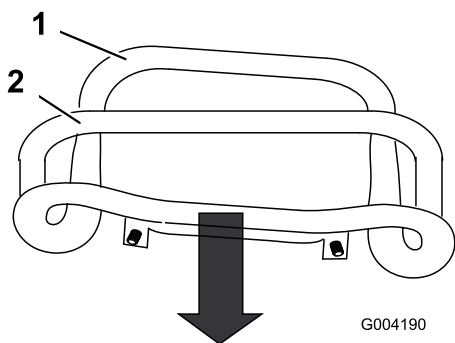

Figura 52
3. Tirate all'indietro il comando della trazione in modo che la parte anteriore del comando venga a contatto con la barra di riferimento (Figura 52).